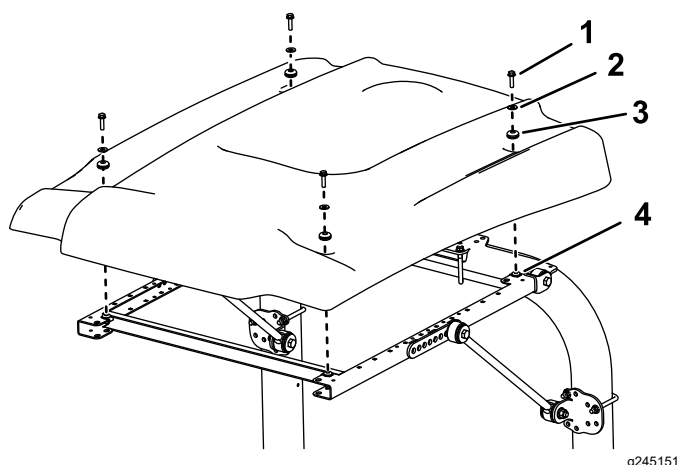

Рисунок 32
- Выравнивая монтажные отверстия, расположите солнцезащитный навес на раме, как показано на Рисунок 32.
16. Установите каждый угол солнцезащитного навеса на раму с помощью болта с фланцевой головкой (5/16 x 1 1/4 дюйма), малой шайбы и уплотнительной втулки, не затягивая их (Рисунок 32).